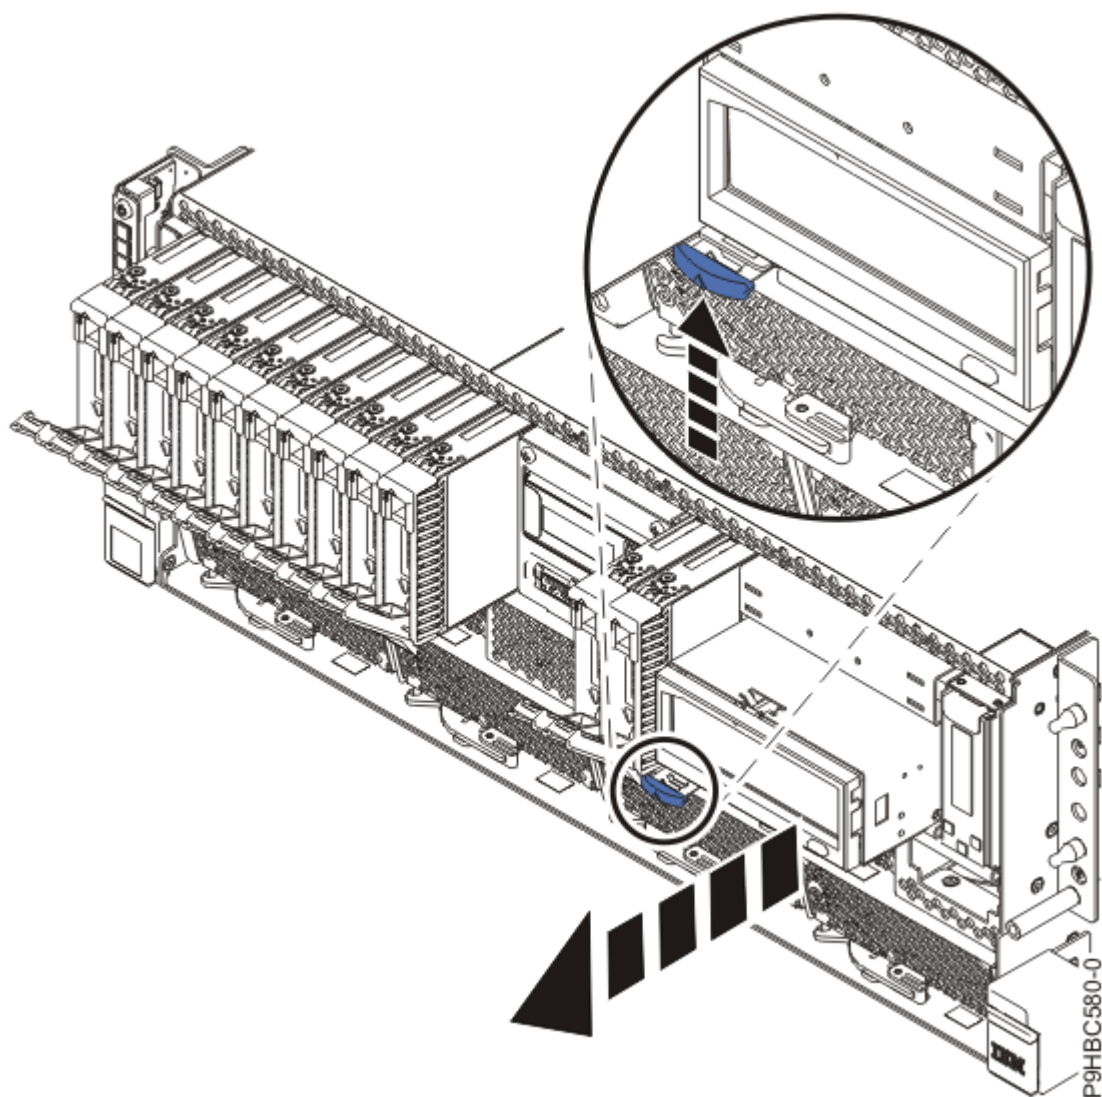

Figure 108. Retrait partiel de la station d'accueil RDX
- a) Poussez le loquet de la station d'accueil vers le haut, comme indiqué par la flèche sur la Figure 108, à la page 115.